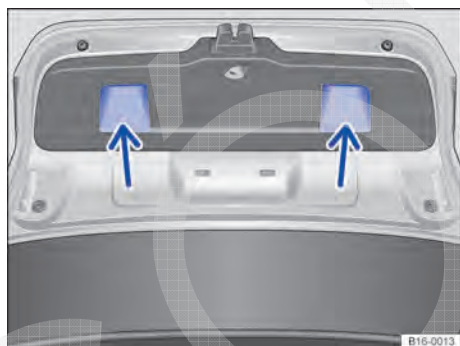

Fig. 38 Tampa do compartimento de bagagem aberta: rebaisos para puxar.
- Segurar um dos rebaisos do revestimento interno da tampa do compartimento de bagagem ⇒ Fig. 38 (setas).